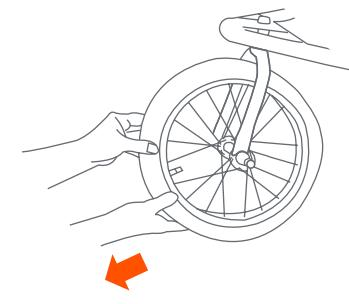

Fig. 20
- 20)** • Soulevez la partie avant de la poussette et appuyez sur la roue pour vous assurer qu'elle est installée de façon sécuritaire (Fig. 20).